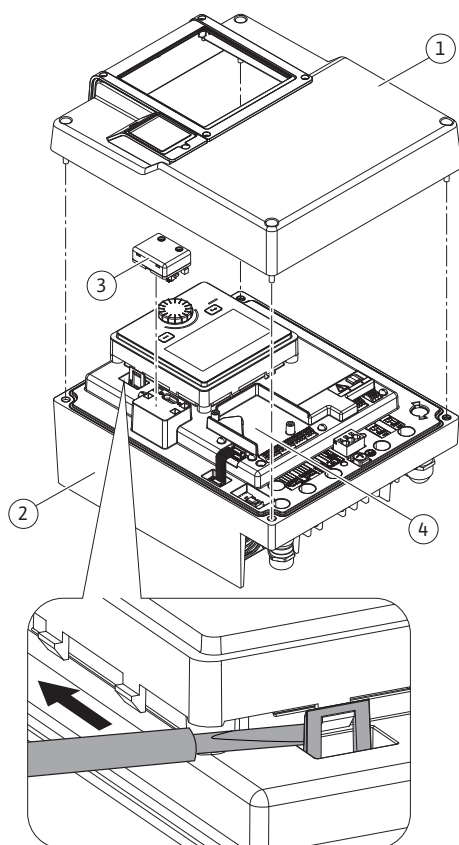
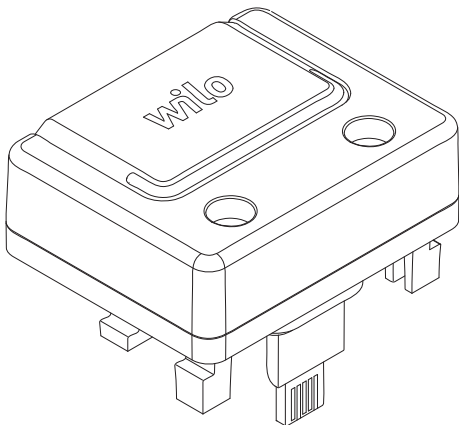

Fig. 30: Elektronicamodule
Fig. 31: Wilo-Smart Connect module BT
1. Open de klikhaken (Fig. 30) voorzichtig met gereedschap (bijv. een schroevendraaier).
De Bluetooth-interface van de Wilo-Smart Connect module BT (Fig. 30, pos. 3 en Fig. 31) is bestemd voor koppeling met mobiele eindapparaten, zoals een smartphone of tablet. In de Wilo-Assistant app bevindt zich de Wilo-Smart Connect-functie. Met de Wilo-Smart Connect-functie kan de pomp worden bediend en ingesteld en kunnen pompgegevens worden uitgelezen. Zie voor de instellingen het hoofdstuk „Inbedrijfname” [► 55].
1. Draai de vier schroeven van het bovendee van de elektronica module (Fig. 30, pos. 1; Fig. 1, pos. 2) los.
3. Plaats de Wilo-Smart Connect module BT in de daarvoor bestemde Wilo-Connectivity Interface. Zie Fig. 30, pos. 3.
CIF-modules (toebehoren) zijn bestemd voor de communicatie tussen pompen en gebouwbeheersystemen. CIF-modules worden in de elektronicamodule geplaatst (Fig. 30, pos. 4).